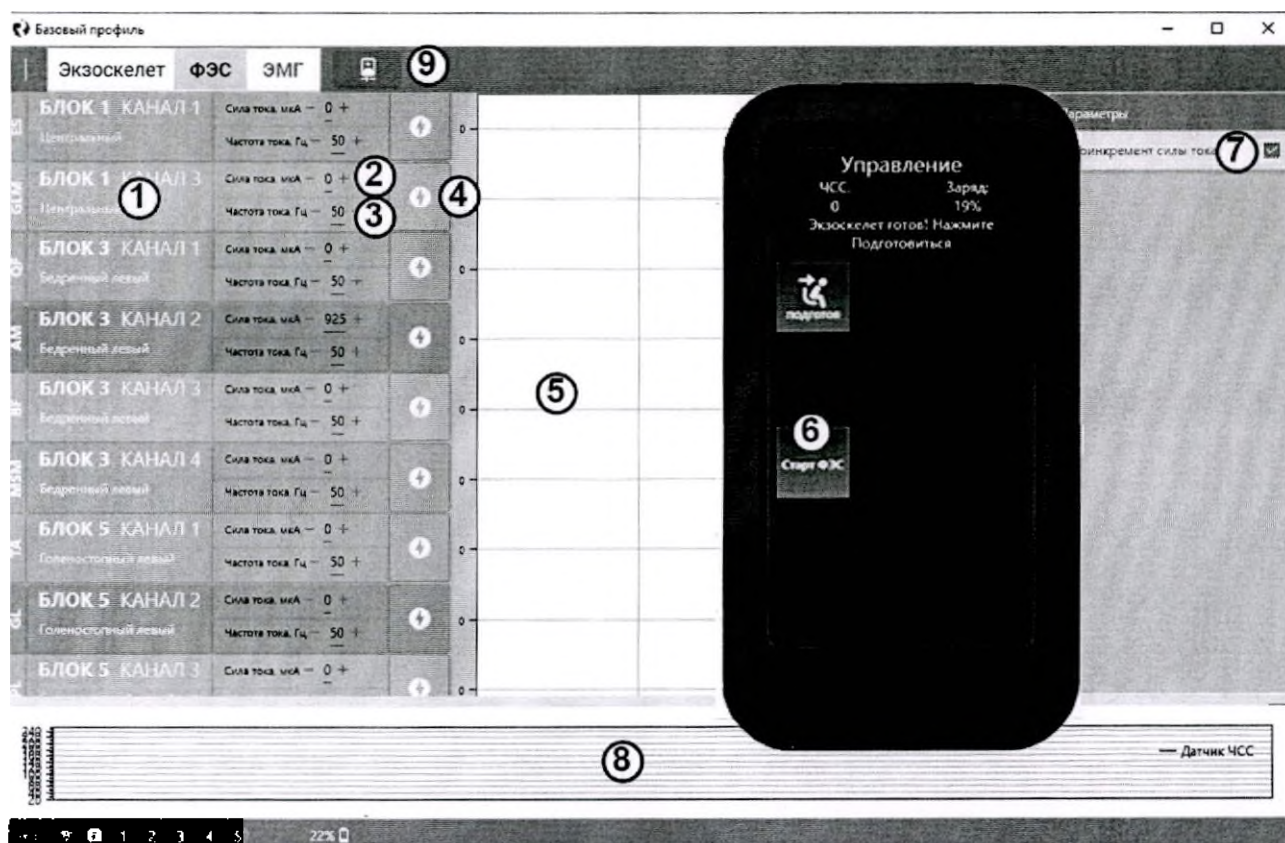

Рисунок 39 - Вкладка ФЭС во время сессии
После установки электродов необходимо включить РЭМ с подключенными к нему блоками ФЭС и ЭМГ, запустить на ПК Программу RemotionTool и установить беспроводное подключение с РЭМ (см. раздел 6.11 - «Подключение к экзоскелету»). Далее выбрать профиль пациента, выбрать методику для него и начать сессию (см. раздел 6.12 - «Проведение сессий с компьютера»). В окне сессии (рисунок 32) открыть вкладку «ФЭС» (рисунок 39). Данная вкладка содержит следующие элементы управления:
Кнопку «Старт ФЭС» следует нажимать только после полной настройки каждого канала по отзывам пациента! Стимуляция по всем выбранным в методике каналам происходит только во время ходьбы и привязана к циклу шага согласно настроенным волнам стимуляции (см. рисунок 39).
- 4 - Нажмите и удерживайте нажатой кнопку 4 «Пробный импульс» (рисунок 39) для подачи пробного стимулирующего импульса на канал. Удержание кнопки 4 «Пробный импульс» приводит к непрерывной подаче нарастающего тока. Отпустите кнопку, как только пациент сообщит о приемлемых для него ощущениях от стимуляции. После отпускания кнопки пробный сти-
мулирующий импульс сразу прекратится и в поле 2 (рисунок 39) сохранится последнее значение стимулирующего тока;
Начальная сила тока стимулирующего импульса определяется значением в поле 2 (рисунок 39). Большое значение будет подано мгновенно и может привести к электрическому шоку, судорогам, растяжению и разрыву сухожилий пациента!